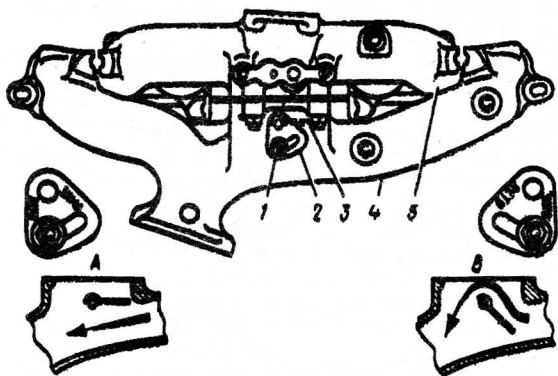

Рис. 32. Газопровод:
**Газопровод** (рис. 32) крепится семью шпильками к головке цилиндров. Средняя часть выпускной трубы подогревается отработавшими газами, проходящими по выпускной трубе. Степень подогрева можно регулировать вручную при помощи поворачивающейся заслонки 3 в зависимости от сезона. При повороте сектора 2 в положение, при котором метка ЗИМА находится против стопорной шпильки, подогрев смеси наибольший; при повороте в положение метки ЛЕТО подогрев наименьший.